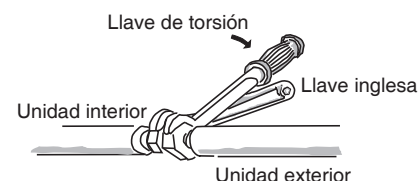

Fig. 5-6
- (2) Para sujetar las tuercas de abocardado, aplique el esfuerzo de torsión especificado.
- Al quitar las tuercas de abocardado de las conexiones de la tubería, o al apretarlas después de conectar la tubería, asegúrese de utilizar 2 llaves ajustables o llaves inglesas. (Fig. 5-6)